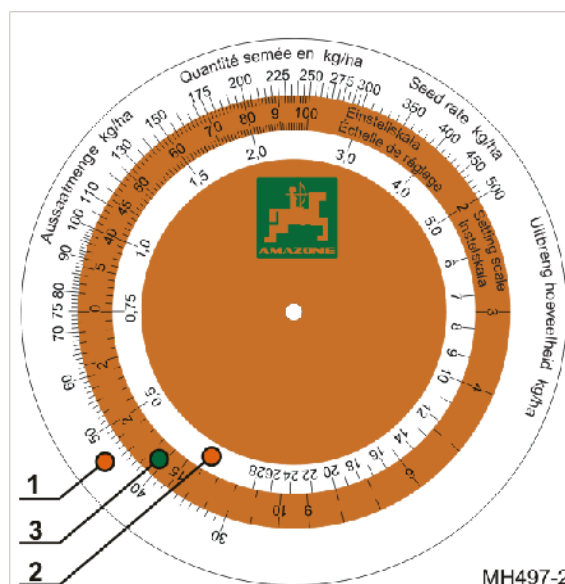

Fig. 32
- en ytre, hvit skala (Fig. 32/1) for alle såmengder over 30 kg/ha
- en indre, hvit skala (Fig. 32/2) for alle såmengder under 30 kg/ha
- en farget skala (Fig. 32/3) med alle girstillinger fra 1 til 100.